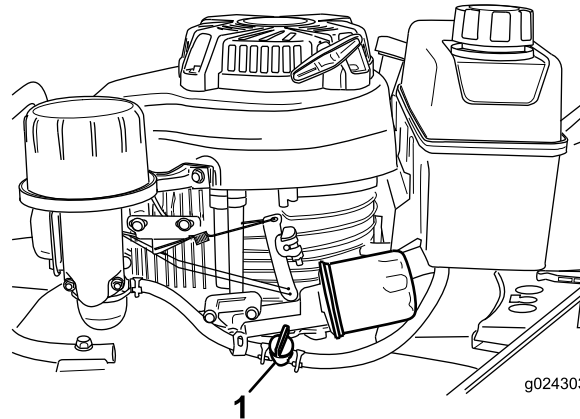

Figura 16
2. Aprite la valvola del carburante (Figura 16).